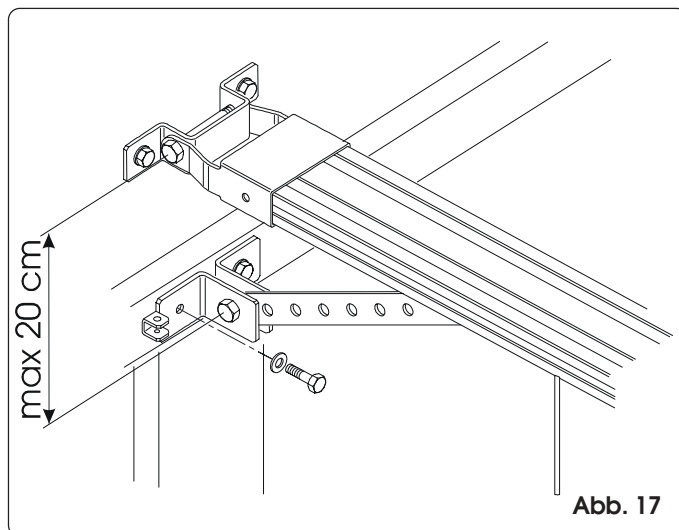

Abb. 17
- 4) Stellen Sie hierbei sicher, dass die Entfernung zwischen den Achsabständen der Fixierbohrungen von vorderem und Toranschluss nicht mehr als 20 cm beträgt (Abb. 17). Für die einwandfreie Antriebsfunktion sollten Sie Neigungswinkel des Arms zur Laufschiene über 30° vermeiden.